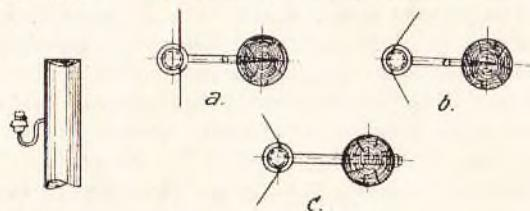

Abb. 48
- d) Die Isolatorstützen können unmittelbar am Mast oder auf Querträgern befestigt werden. In Holz befestigte, auf Zug beanspruchte Isolatorstützen müssen zur Sicherung gegen Lockern und Herausziehen als durchgehende Stützen mit Mutter und Unterlegscheibe nach Abb. 48 c ausgebildet sein.
- e) Bei einer Spannweite bis 50 m im Kreuzungsfeld genügt es, wenn auf gerader Strecke die St-Leitungen auf der dem Mast zugekehrten Seite der Isolatoren nach Abb. 48 a befestigt werden. In Winkelpunkten müssen sich die Leitungen nach Abb. 48 b und c unter dem Einfluß des Zuges gegen die Isolatoren legen. Bei dieser Spannweite sind auch Einfach- und Doppelholzmasten zugelassen.